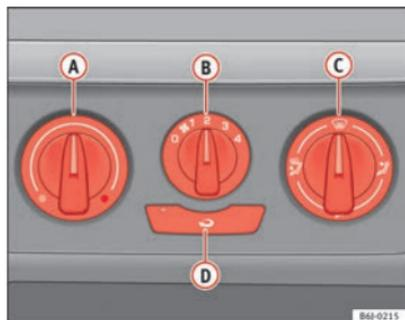

Fig. 91 Mandos de la calefacción en el tablero de instrumentos
- Gire el regulador de temperatura **A** ⇒ fig. 91 hacia la izquierda.
- Gire el regulador de la temperatura **A** ⇒ fig. 91 hacia la derecha hasta alcanzar el grado de calefacción deseado.
- Gire el regulador de la temperatura **A** ⇒ fig. 91 hacia la derecha hasta el nivel máximo de calefacción.
- Gire el regulador de temperatura **(A)** ⇒ fig. 91 hacia la zona de calefacción.